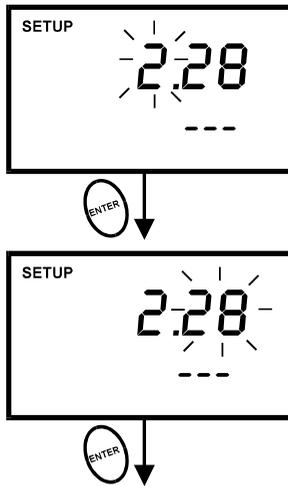

图 35 - P5.0: 设置月份和日期
9. 按 ENTER 键确认月份的选择，随后进入到“日期”的选择。“日期”字样会闪动。参见下一页的图 35。
15. 按 ENTER 键确认分钟。随后进入到“秒钟”选择，参见图 35。